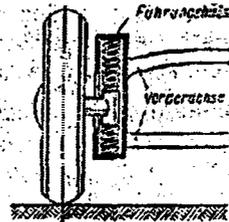

Abb. 24. Hülsenführungsachse.
**Hülsenführungsachse.** Die Hülsenführungsachse – auch Zylinderführung genannt (Abb. 24), bringt sehr gute Fahreigenschaften, da sich im Betrieb nur eine äußerst geringe Beeinflussung der Lenkgeometrie ergibt. Der Achsschenkel wird in einer Hülse geführt, in welcher auch die Federung und Dämpfungsglieder untergebracht sind. Die Hülse ist am Fahrzeugrahmen befestigt. Es gibt auch eine umgekehrte An-